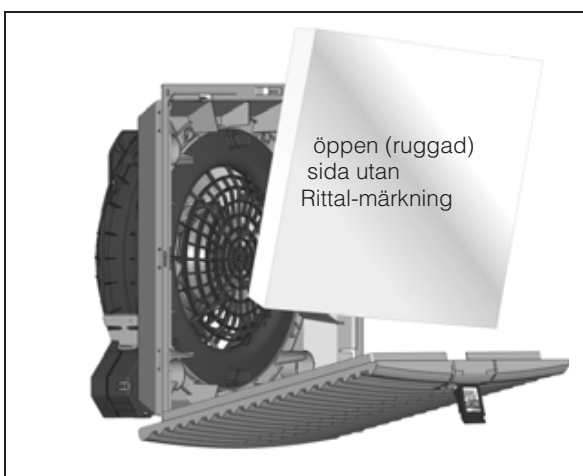

Bild 7: Montera standardfiltermattan
- Se även här noga till att den öppna sidan (utan Rittal-märkning) är vänd mot lamellgallret (se bild 7)